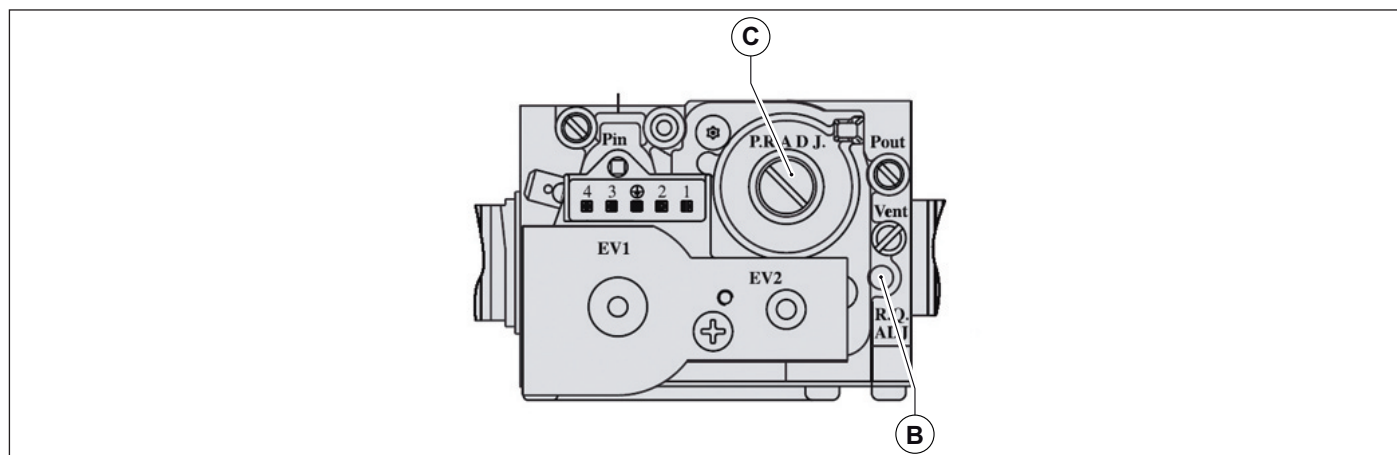

Fig. 24 Regolazione valore anidride carbonica
- Regolare il valore dell'anidride carbonica (CO₂) nei fumi ruotando il regolatore di rapporto **B** (vedi Fig. 24 Regolazione valore anidride carbonica) e assicurarsi che rientri nei limiti della Tab. 13 Valori di CO₂ nei fumi. Lasciare la caldaia in modalità spazzacamino e portarsi al passo successivo di regolazione alla potenza minima.
- Regolare il valore dell'anidride carbonica (CO₂) nei fumi ruotando il regolatore di offset **C** (vedi Fig. 24 Regolazione valore anidride carbonica) e assicurarsi che rientri nei limiti della Tab. 13 Valori di CO₂ nei fumi.